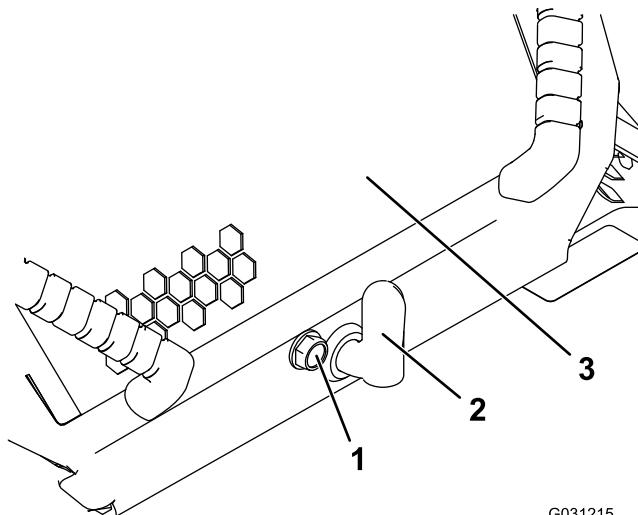

Figura 36
1. Allentate la vite di bloccaggio del cofano (Figura 36)
2. Girate il fermo del cofano in senso orario (Figura 36).
- Alzate le maniglie per sollevare il cofano (Figura 36).
- Serrate la vite di bloccaggio del cofano per fissare il dispositivo di chiusura (Figura 36).